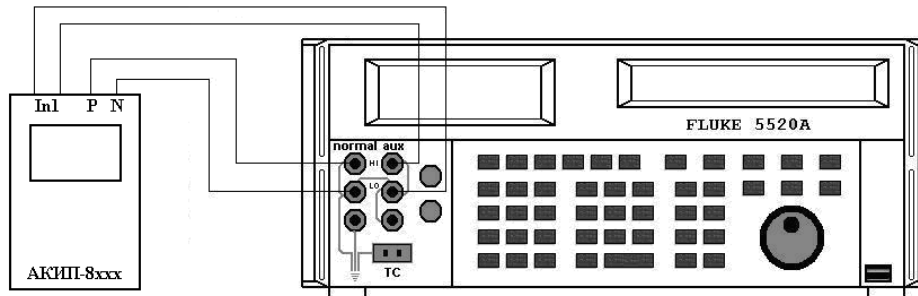

Рисунок 9 – Схема соединения приборов при определении основной абсолютной погрешности измерения мощности и коэффициента мощности ($\cos\phi$)
- собрать схему согласно рис. 9;